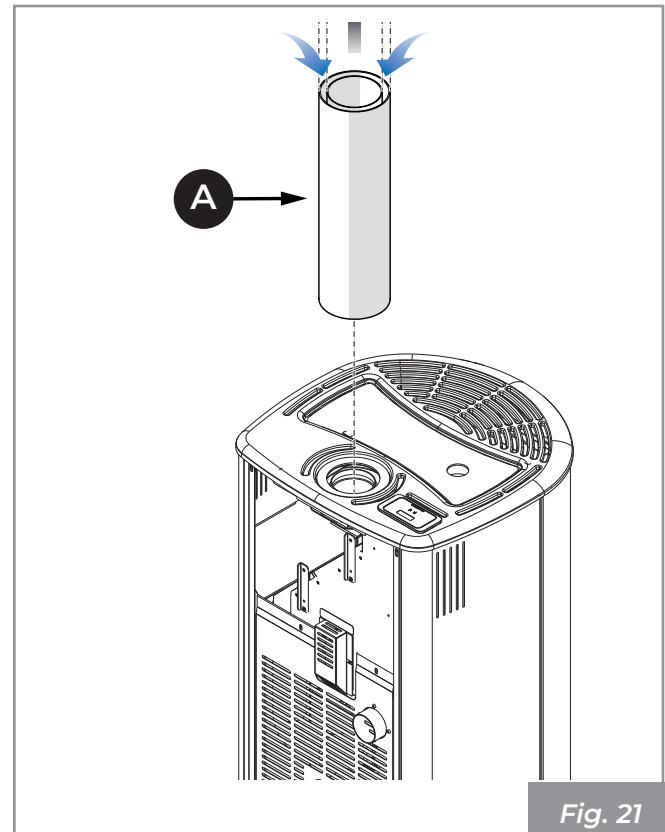

Fig. 21
- Conectar el tubo coaxial **(A)** (**Fig. 21**).